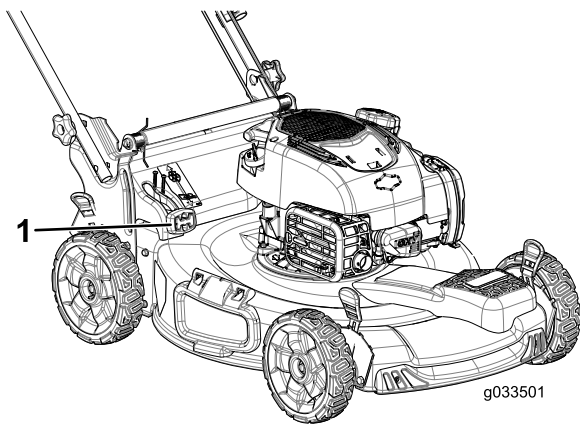

Figura 23
- Per raccogliere lo sfalcio e le foglie premete il pulsante che si trova sulla leva di comando del cesto e spostate in avanti la leva finché il pulsante non risale (Figura 23).